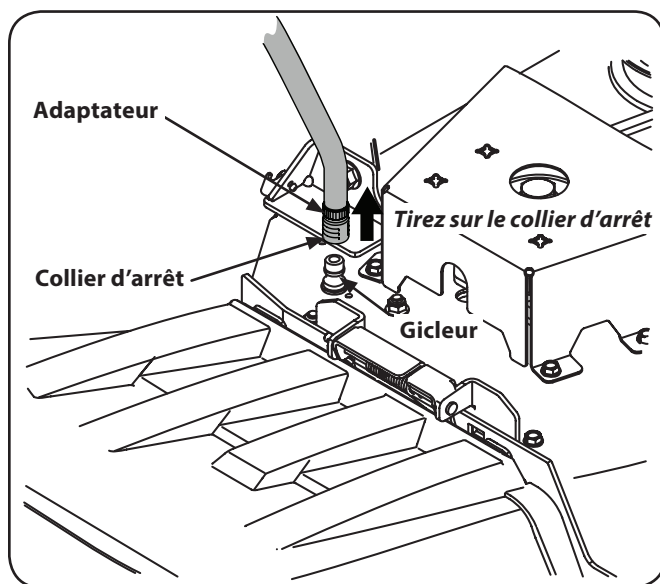

Figure 6-3
3. Tirez sur le collier d'arrêt de l'adaptateur et installez l'adaptateur sur un des gicleurs situés aux deux extrémités du plateau de coupe. Relâchez le collier d'arrêt pour fixer l'adaptateur sur le gicleur. Voir Figure 6-3.